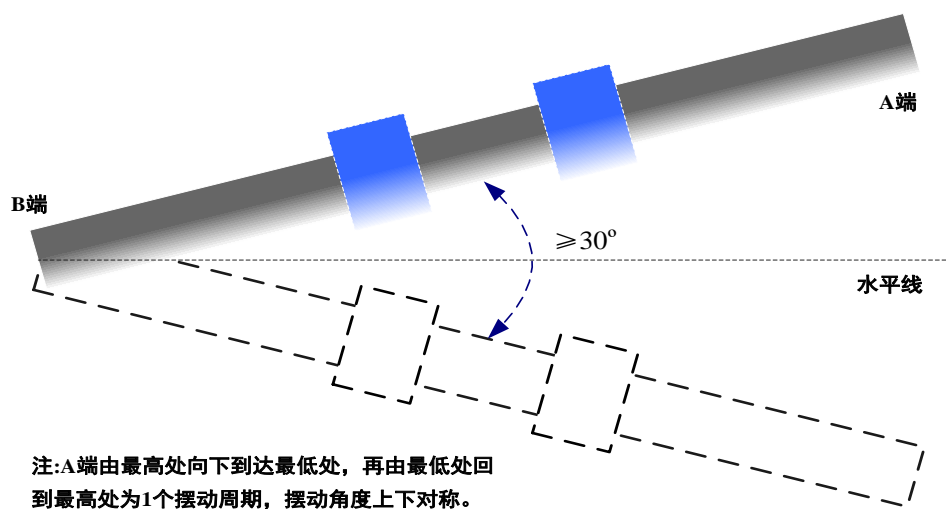

图 2 管道摆动方式
- (1) 将 1 粒钢珠放入管道内，堵住两端的管口，摆动管道，摆动周期 $\leq 1\text{ s}$ ，摆动方式如图 2 所示，要求能够显示管道摆动的周期个数。